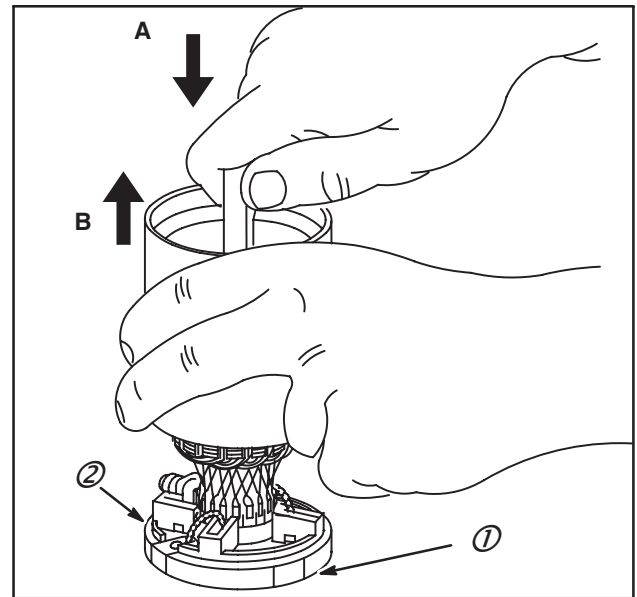

Fig. 43
3. Maintenir ("A") le rotor et le collecteur ensemble contre un plan de travail (1) pendant le démontage ("B"). Cela permet un contrôle de la portée des balais sur le collecteur (2), Fig. 43.